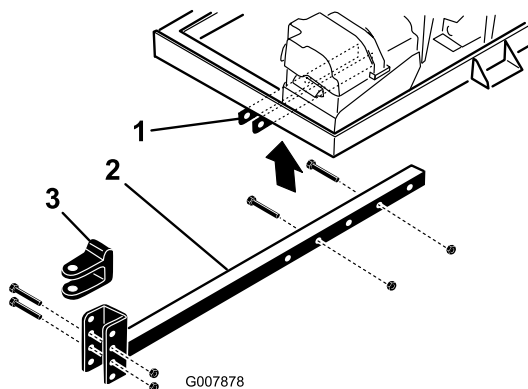

Figura 4
2. Inserite il tubo dell'attacco di traino nelle staffe del telaio (Figura 4).
- Togliete i bulloni e i dadi di bloccaggio che fissano l'uncino dell'attacco di traino (Figura 4) al tubo dell'attacco stesso.
- Rimuovete i bulloni e i dadi che fissano il tubo dell'attacco di traino alle staffe del telaio (Figura 4).